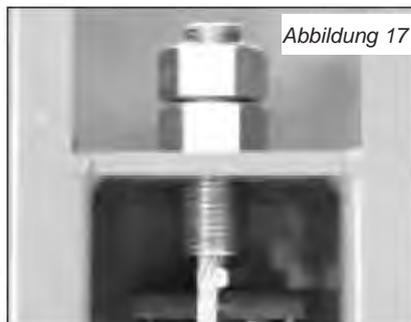

Abbildung 17
- Schrauben Sie die M16 Mutter und Sicherheitsmutter auf allen Seilzügen an, aber nicht fest (Abbildung 17).